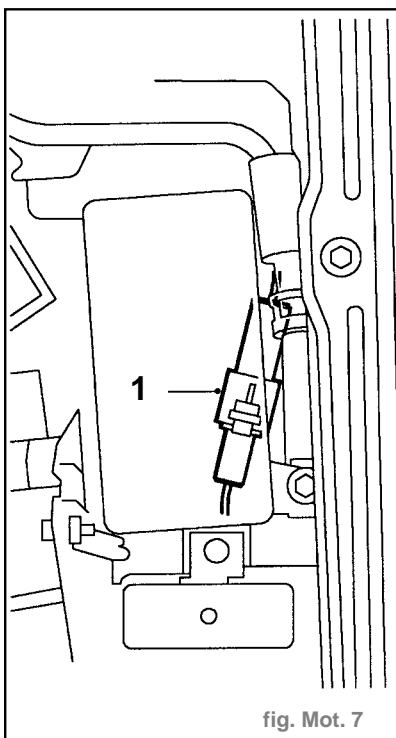

fig. Mot. 7
- Débrancher la fiche multibroches de la boîte à fusible (2).
- Débrancher le connecteur entre faisceau moteur et faisceau principal (1) (fig. Mot. 7).